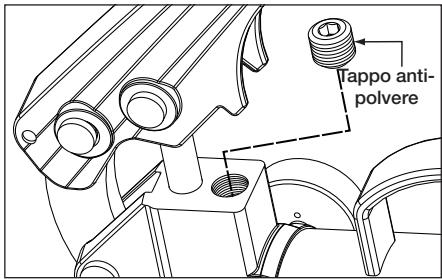

Figura 12, Valvola di scarico (P-18 e P-39)
- Sui Modelli P-18 e P-39, la valvola di scarico è posizionata sulla superficie superiore della testa della Pompa. Vedere la Figura 12.